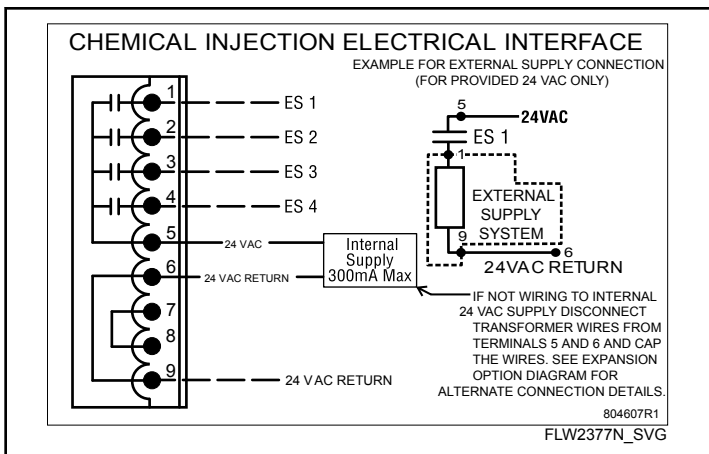

Figure 16
4. Se reporter aux instructions du système d'injection et à l'étiquette qui se trouve à l'intérieur du couvercle de la boîte de jonction du lave-linge (*Figure 16*) pour le branchement électrique.